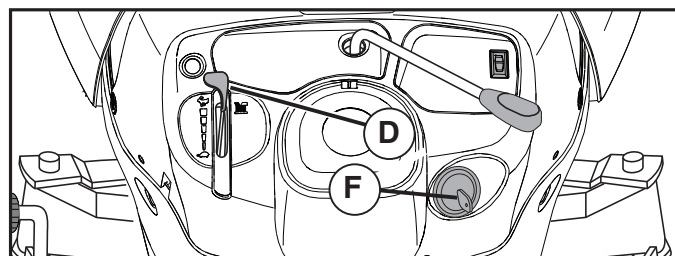

Fig. 8
- Mueva el control de aceleración (D) a la posición rápida.
- Gire la llave de ignición (F) a la posición de apagado "STOP" y remueva la llave al abandonar el tractor para evitar el uso no autorizado.
### PARA USAR EL CONTROL DE LA ACELERACIÓN (D) (Vea Fig. 8)